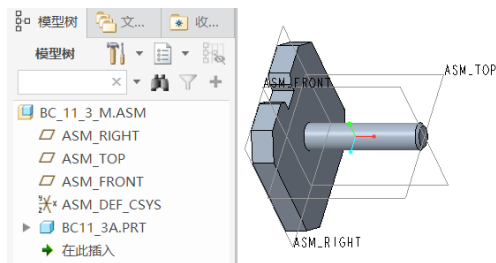

图 11-27 原始组件
- 1 在“快速访问”工具栏中单击“打开”按钮，弹出“文件打开”对话框，选择本书配套的范例学习文件“bc_11_3_m.asm”，然后单击“文件打开”对话框中的“打开”按钮。该组件中存在着图 11-27 所示的元件。